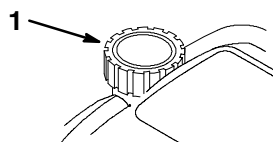

Figure 33
7. Remplir le réservoir (Fig. 33) d'essence propre et fraîche.